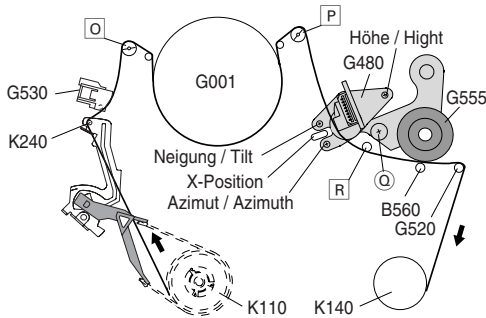
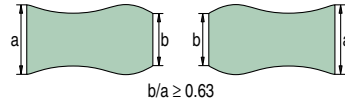

Fig. 21
Fig. 23
- Umlenkrollen **Q** / **P** (Fig. 21) bei Bedarf so einstellen, dass das Band an diesen nicht bórdelt.
- Neigungswinkel des Kombikopfes (G480) mit der Schraube "Neigung" (Fig. 21) so einstellen, dass das Band auf die Unterkante der Bandführung **R** (Fig. 21 / 22) aufsetzt. Das Band darf nicht an der Unterkante einrollen.
- Mit der Höheneinstellschraube ("Höhe", Fig. 21) maximale Ausgangsspannung einstellen.
- Mit der Azimuteinstellschraube ("Azimut", Fig. 21) maximale Ausgangsspannung einstellen.
- Schraube **Q** (Fig. 21) lösen.
- Schraube **Q** (Fig. 21) anziehen.
- Die Umlenkrollen **Q** / **P** (Fig. 21) so einstellen, dass die FM-Pakete an der Bändeinlaufseite und der Bänderauslaufseite den Grenzwert $b/a \geq 0,63$ (Fig. 23) einhalten.
- Die Umlenkrollen **Q** / **P** (Fig. 21) so einstellen, dass die Hüllkurve der FM-Pakete möglichst geradlinig verläuft.
- linke Umlenkrolle **Q** (Fig. 21) im Uhrzeigersinn drehen.
- rechte Umlenkrolle **P** (Fig. 21) im Uhrzeigersinn drehen.
- linke Umlenkrolle **Q** (Fig. 21) entgegen dem Uhrzeigersinn drehen.
- rechte Umlenkrolle **P** (Fig. 21) entgegen dem Uhrzeigersinn drehen.
- Taste "Bildsuchlauf rückwärts" drücken und nach 15 Sekunden Taste "Wiedergabe". Nach weiteren 3 Sekunden muss die Amplitude der FM-Pakete wieder das Maximum erreichen und deren Hüllkurve geradlinig sein. Gegebenenfalls sind die Umlenkrollen **Q** / **P** (Fig. 21) nachzustellen.